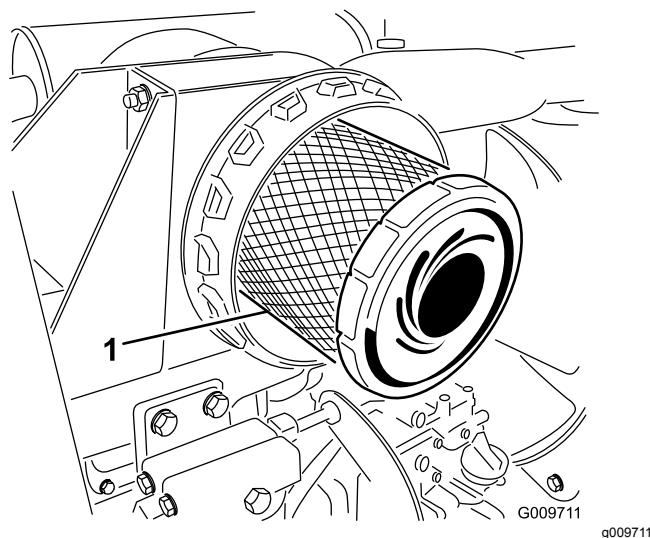

Figura 34
3. Togliete il filtro primario e sostituitelo (Figura 34).